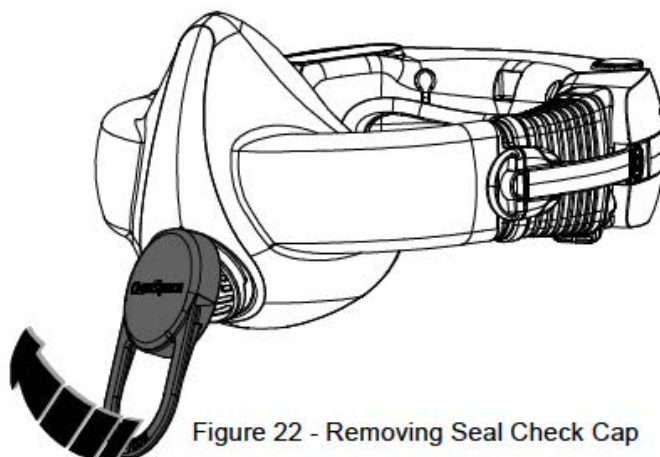

Figure 22 - Removing Seal Check Cap
- シールチェックキャップのハンドルを軽くひねって、キャップの片側が緩むようにしてキャップを外します(図22)。その歳、呼気弁、呼気弁カバーを外さないように注意してください。